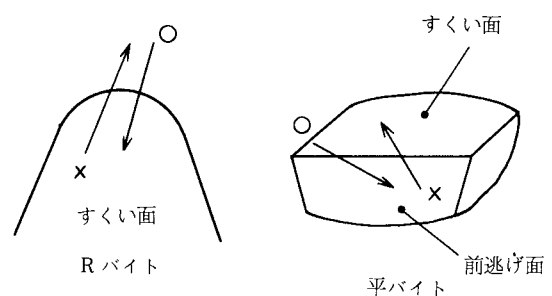

図2-5 刃付け研磨の方向
- ① 保持具をスタンドロッドに取付け、レベル調整ねじで、バイトの研磨面が研磨皿に接触するように調整する（研磨皿は停止しておくこと）。
- ② 研磨面の結晶方位を推定し、研磨方向が研磨容易方向となるように、研磨皿の回転方向、保持具の位置を調整する。
- ・研磨容易方向のうち、切刃に対して逆らう方向に研磨方向を選定する。逆の研磨方向は、切刃にチッピングを生じさせるため避けなければならない（図2-5）。
- ③ 保持具のアングル調整ねじを回して、研磨面が均一に研磨皿にあたるよう調整する。この時、研磨皿を低速で回転させ、研磨面にマジックインクをつけておくと良い。